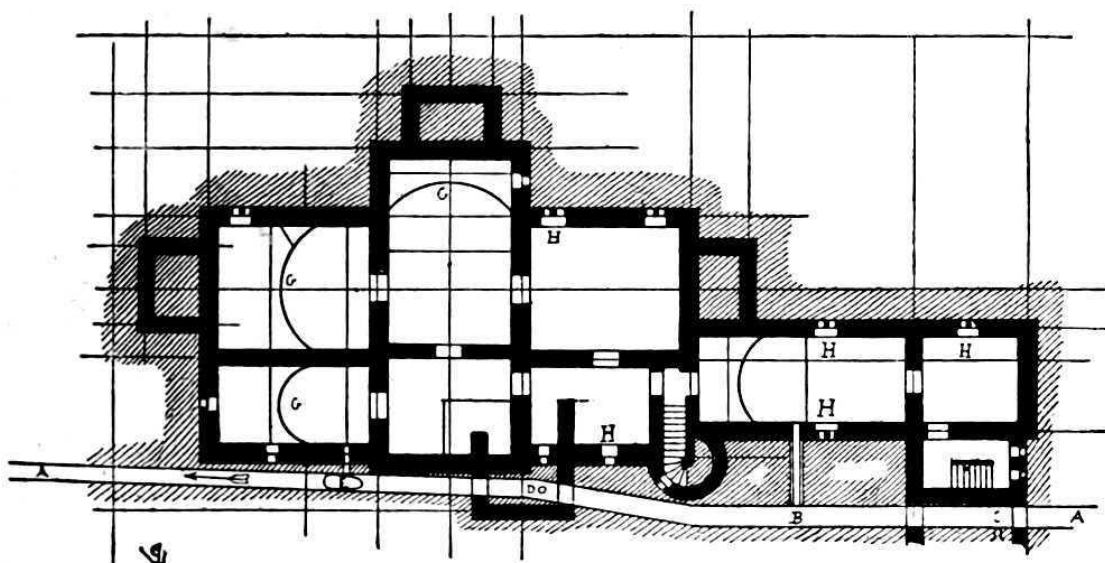

Рис. 21.
- Итак, - сказал Эжен, когда они после завтрака устроились в кабинете, - вот план подвалов (рис. 21). Давайте посмотрим, насколько это согласуется с вашим отчетом о местности, и придется ли нам вносить какие-то изменения в этот план. Ах! Я вижу, что скала находится почти на поверхности к югу, а рыхлая почва довольно равномерно простирается на глубину трех ярдов к северу от наших зданий. Поэтому мы сделаем подвалы под гостиной, столовой и бильярдной в известняковой породе, вырубив последнюю; и мы сделаем фундамент для передней части, особенно для конюшен и каретного сарая, из хорошей каменной кладки.
“Здесь (рис. 21) приведен план подвалов. Вы видите эти осевые линии: они указывают центры стен первого этажа, и отклоняться от них нельзя. Цифры, обозначающие толщину стен, всегда наносятся от этих центров. Таким образом, вы видите, что эти размеры больше там, где стена подвала должна нести пружину свода подвалов - как я объяснял вам на днях.